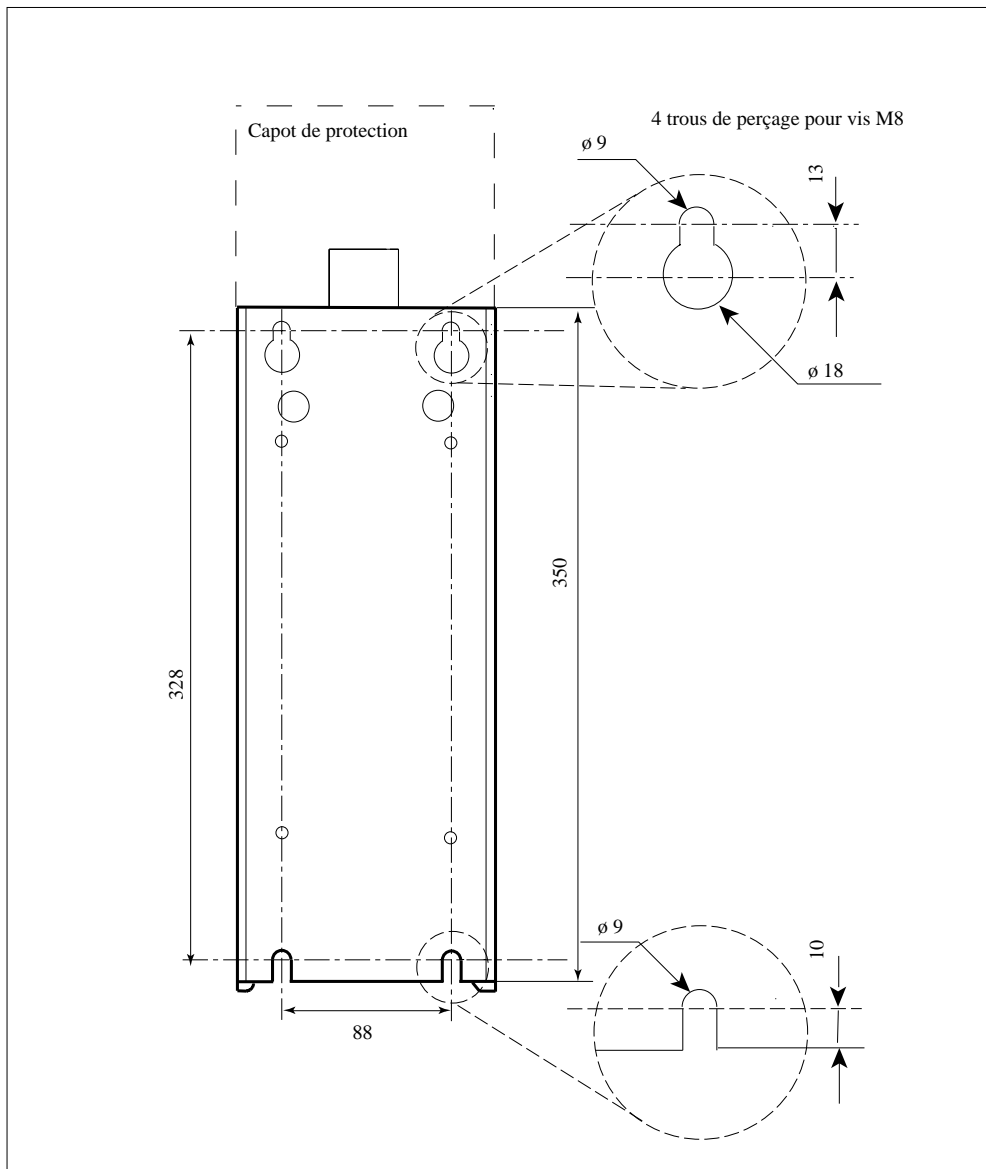

Figure 2-5 Cotes (mm) de perçage et de fixation du gradateur TE10P calibres 125/400A
- Percer dans le panneau support 4 trous aux dimensions et cotes données sur la figure 2-5